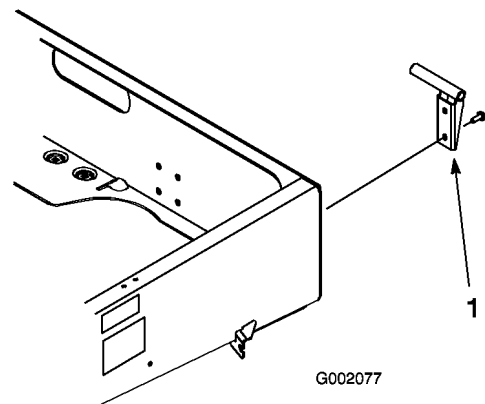

Bild 8
2. Befestigen Sie die linke Schwenkhalterung mit zwei Bundkopfschrauben an der hinteren linken Ecke des Rahmens. Positionieren Sie die Halterung wie in Bild 8 dargestellt.